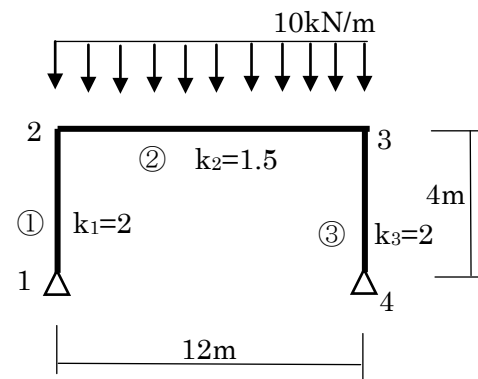

図 10 対称条件を用いた例題 2 の骨組
部材の剛比は、図 10 に示されているが、ここで、部材①と③は、支持端がピンであること、また、部材 2 を対称部材とすることで、次の有効剛比を用いて、骨組の半分の解析する。